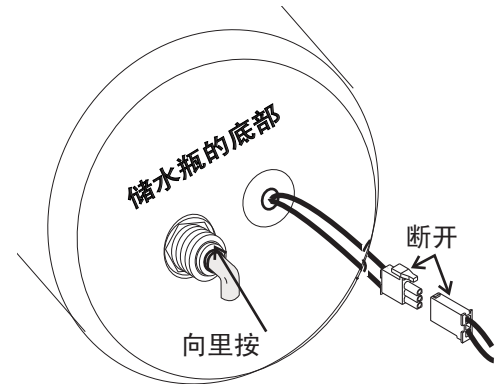

图 7-2. 水瓶排水口
7. 连接至水瓶底部的是一截管道和低压电线（图 7-2）。向内压套管（管道与水瓶的连接处），以断开管道。将管道拉出。断开电线与接头的连接。
3. 将接头的另一端连接至位于可折叠式储存区门下方的快速连接排水口（图 7-2）。打开培养箱，排空整个湿度系统里的水。这要花几分钟的时间。